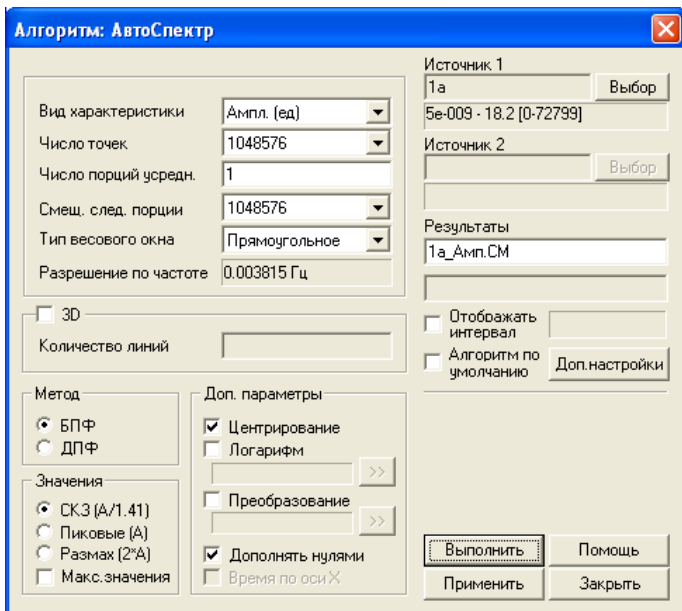

Рис. 9.1. Настройка алгоритмов. Автоспектр
2. В диалоге настройки алгоритма (Рис. 9.1) нажмите кнопку **Выбор** рядом с полем *Источники* и выберите объект и установите диапазон обработки с помощью диалога *Выбор сигналов* (Рис. 3.5).
Выбор любого алгоритма, кроме **Вероятностных характеристик**, приводит к открытию окна настройки алгоритма (Рис. 9.1).
- отметьте поле **Алгоритм по умолчанию** (См. рис. 9.1),
Чтобы сделать быстрый вызов алгоритма максимально удобным для Вас, нажмите кнопку **Доп.настройки** (Рис. 9.1).